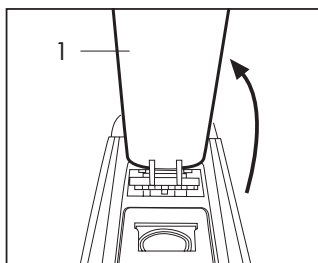
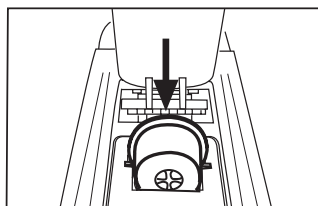

Fig. 8
Fig. 9
- Levantar hacia atrás lentamente (hasta que se pare) la palanca de mando (1) (Fig. 8) e introducir una cápsula en el espacio al efecto (Fig.9)